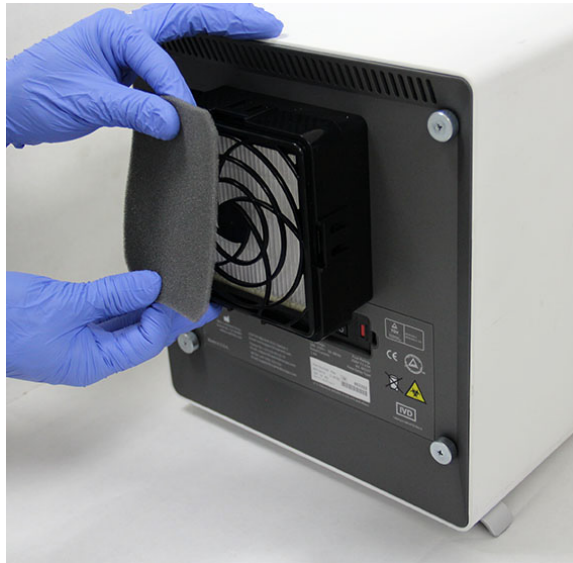

Figure 9-26. Retrait du préfiltre
5. Retirez le préfiltre de son dispositif de maintien. Voir Figure 9-26. Jetez l'ancien préfiltre.